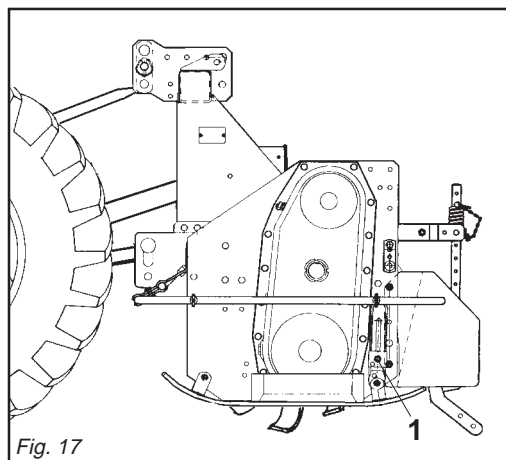

Fig. 17
**Macchine con slitte:** per regolare la profondità nelle macchine con slitte, è necessario allentare la vite di registro (1 Fig. 17), alzare o abbassare la slitta nella posizione desiderata, riavvitare poi la vite di registro. Questa operazione va effettuata su tutte e due le slitte e varia a seconda del terreno.
**Machine with skids:** to adjust working depth on this type of machine you must loosen the adjustment screw (1 Fig. 17) and raise or lower the skid the desired amount. Then retighten the screw. Both skids should be subjected to this operation which will vary according to the type of soil.
**Maschine mit Schlitten:** um die Arbeitstiefe der Maschine mit Schlitten zu bestimmen, ist es notwendig die Stellschraube zu lockern (1 Abb. 17), den Schlitten im gewünschten Maße zu heben oder zu senken, und die Stellschraube wieder anzuziehen. Diese Vorgang ist auf beiden Kufen vorzunehmen und hängt von der Bodenbeschaffenheit ab.
**Machine avec patins:** pour régler la profondeur sur les machines avec patins, desserrer la vis de réglage (1 Fig. 17), soulever ou abaisser les patins à la mesure désirée et revisser la vis de réglage. Cette opération doit être effectuée sur les deux patins et varie selon le sol.
**Màquinas con correderas:** para ajustar la profundidad en las màquinas con correderas, hace falta quitar el perno de registro (1 Fig. 17), subir o bajar las correderas de la misma deseada y volver a introducir el perno en su agujero. Esta operación se efectua sobre ambas correderas y varia de acuerdo al terreno.